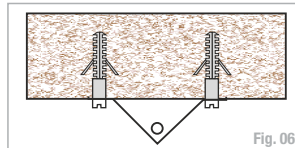

Fig. 06
**Forno de alvenaria (Laje)** Fig. 06